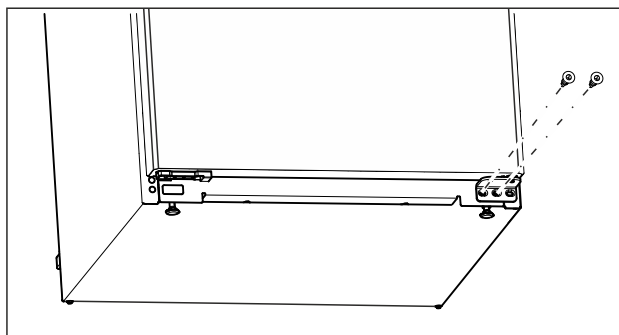

Fig. 15
- ▶ Skru den midterste skruer på det nederste hængsel af med en Torx 20-skruetrækker. (se Fig. 15)
- ▶ Skru den inderste skruer på det nederste hængsel af med en Torx 20-skruetrækker. (se Fig. 15)